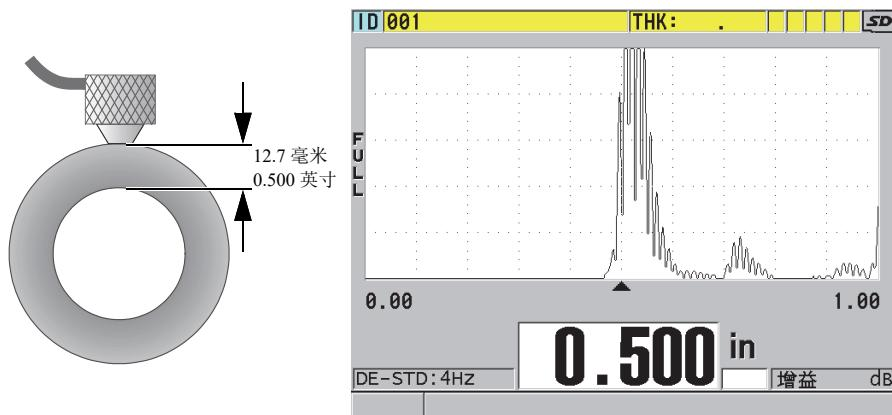

图 5-9 耦合双晶探头; 读出测量厚度值
2. 施用中度到较强的力度, 将探头端部耦合到被测材料的表面, 并尽可能使探头平放在材料表面 (参见第 84 页的图 5-9)。